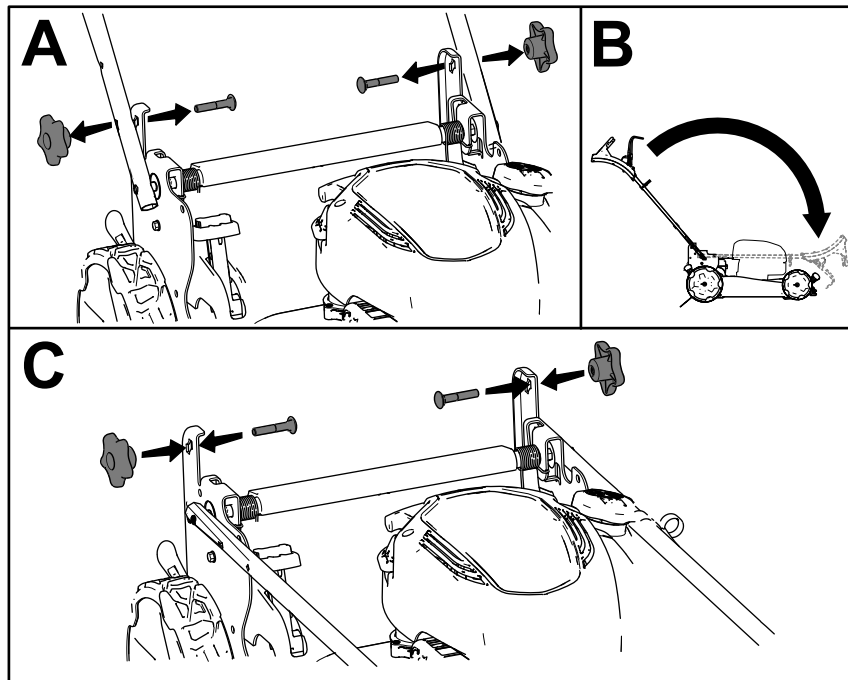

Bild 19
1. Entfernen Sie die beiden Holmhandräder sowie die beiden Schlossschrauben von den Holmhalterungen (A in Bild 19) und heben Sie diese auf.
2. Klappen Sie den Holm zusammen, indem Sie ihn nach vorne drehen (B in Bild 19).
3. Befestigen Sie die Holmhandräder und die Schlossschrauben an den Holmhalterungen (C in Bild 19).